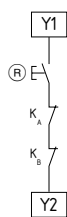

Abb. 3
**Externer Reset-Taster (nicht überwachter Start) (siehe Abb. 3)**